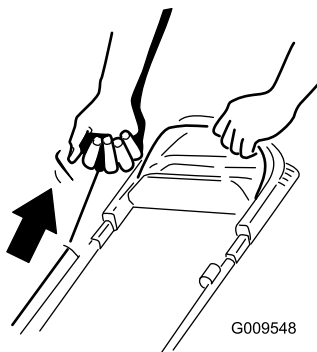

Bild 18
2. Ziehen Sie am Rücklaufstartergriff (Bild 18).
Hinweis: Ziehen Sie leicht am Rücklaufstartergriff, bis Sie einen Widerstand spüren. Ziehen Sie ihn dann kräftig durch (Bild 18). Lassen Sie das Seil langsam zum Griff zurücklaufen.